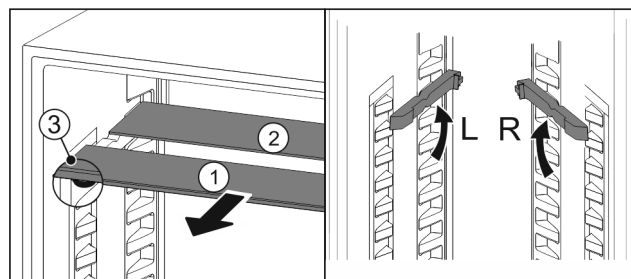

Fig. 75
- Sortir les tablettes par l'avant Fig. 75 (1).
- La tablette en verre Fig. 75 (1) avec bordure décorative est située à l'avant.
- Les butées Fig. 75 (3) sont orientées vers le bas.